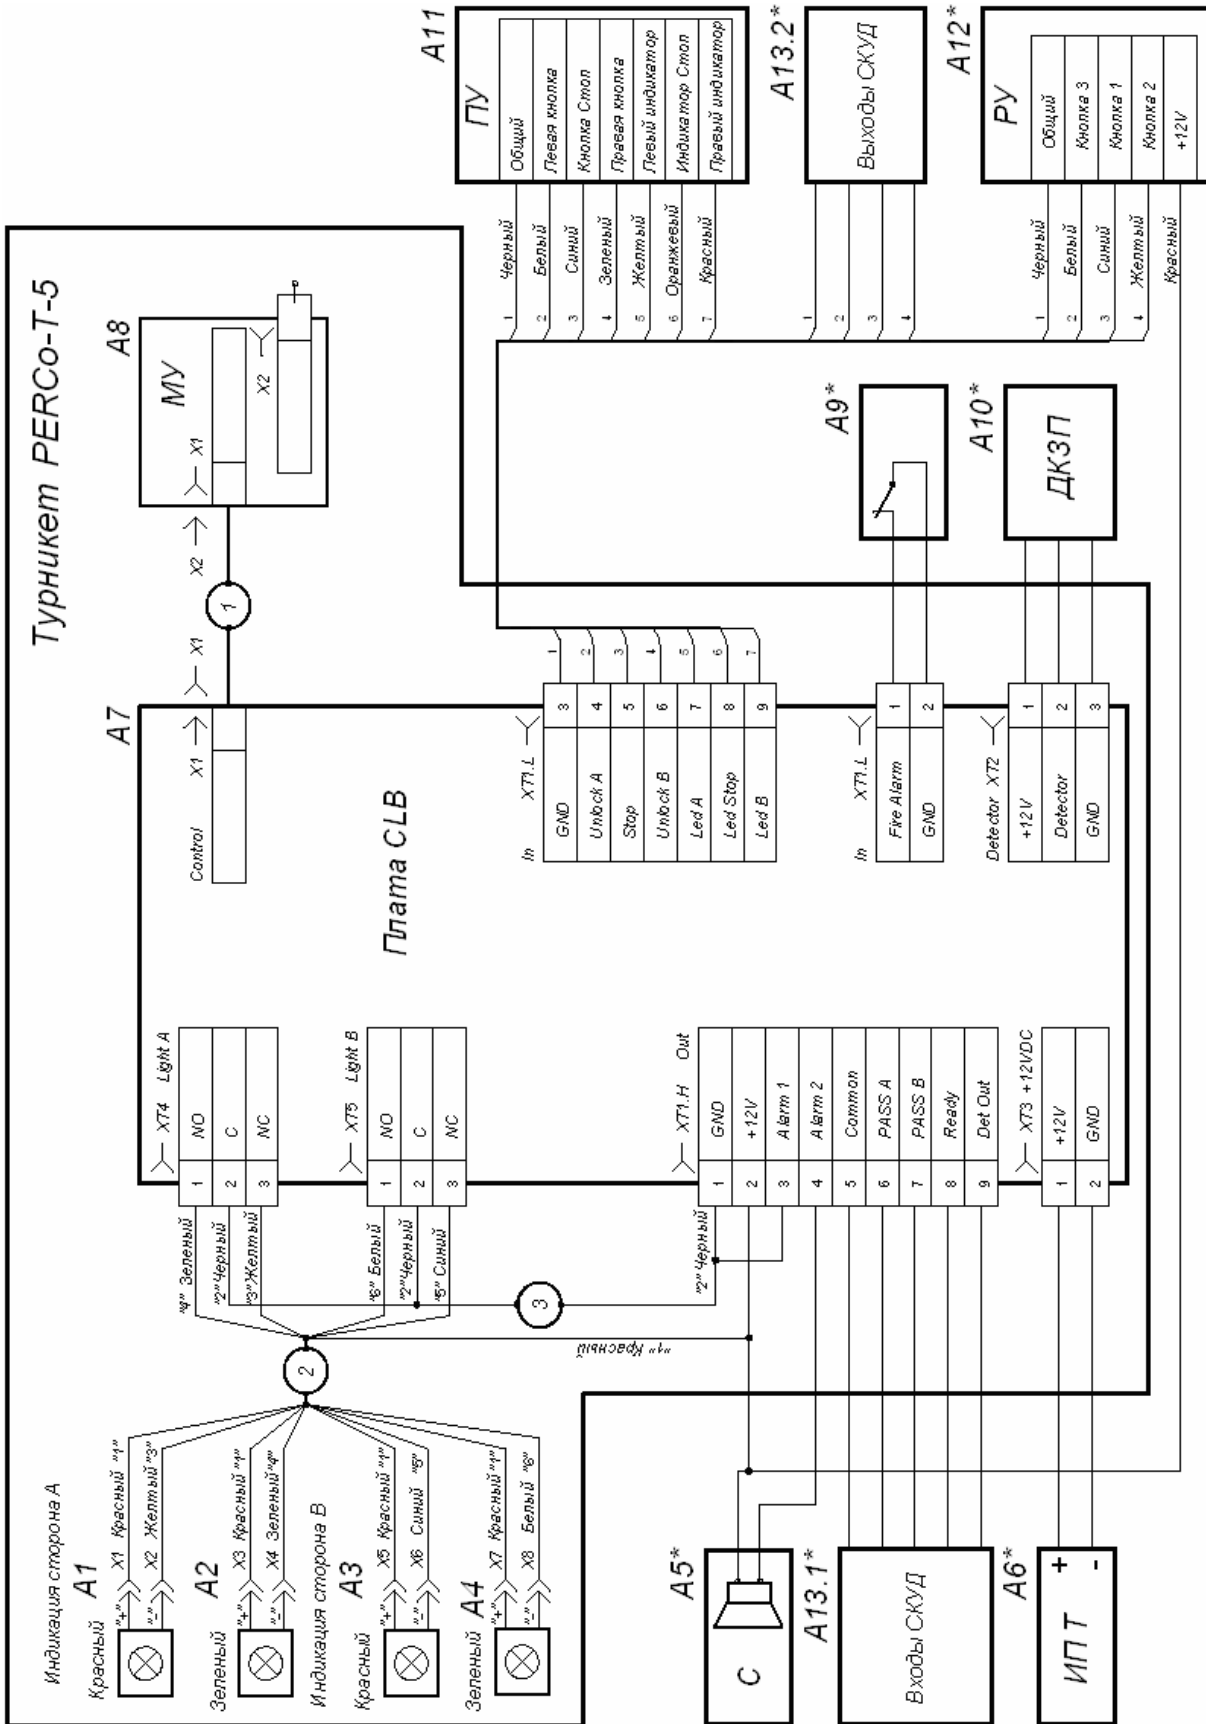

Рисунок 3 Схема электрическая соединений
5.2.3 Пульт управления / устройство радиуправления / контроллер СКУД (5) и источник питания турникета (8) подключаются к плате CLB кабелями (6 и 8) в соответствии со схемой электрической соединений (см. рисунок 3).